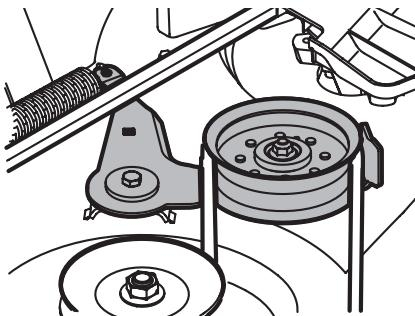

Figure 40
8. À partir du côté droit de l'appareil, insérez une clé à rochet de 3/8 po (réglée pour **serrer**) dans le trou carré sur le support de la poulie de tension (Figure 40).
9. Déplacez la clé vers l'avant pour bouger la poulie d' entraînement du plateau (Figure 40).